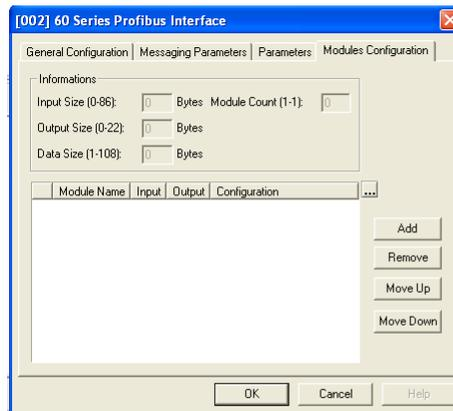

Figure 4
- Dans l'onglet "Modules configuration" de la même fenêtre, insérer les modules d'entrées et sorties dans l'ordre dans lequel vous les avez physiquement placés. Cliquer sur "add" (voir figure 4) et choisir dans la liste de modules celui que vous désirez ajouter puis valider l'insertion avec le bouton OK.